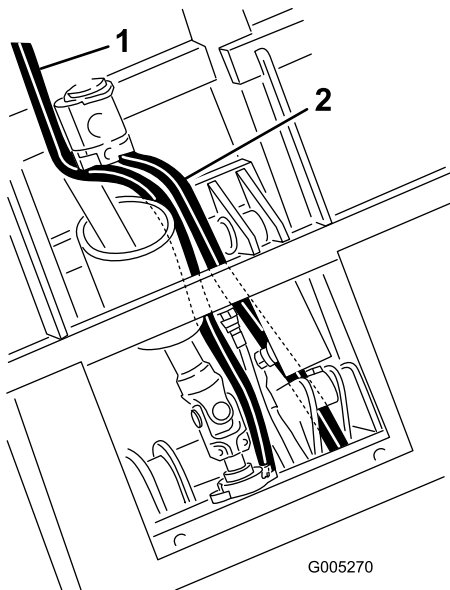

Figura 19
- A. Pase el manguito del depósito por debajo del cilindro de elevación y entre los soportes de montaje del cilindro hasta la válvula (Figura 19).
- B. Pase el manguito de presión junto al eje de la toma de fuerza hasta la válvula (Figura 19).